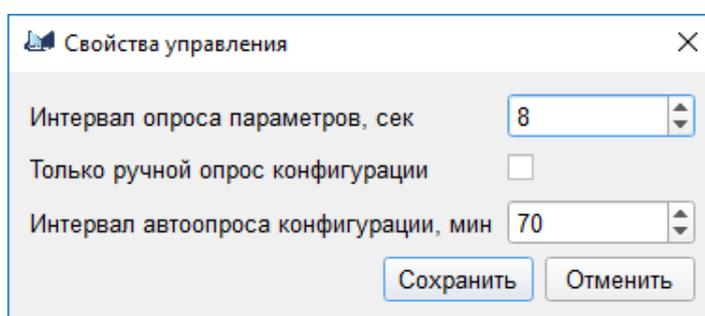

Рис. 66
5.2.2.1. Доступ к настройкам мониторинга сети SNMP доступен из пункта контекстного меню менеджера *"Свойства управления"*. При выборе данного пункта меню будет открыто диалоговое окно настройки свойств управления, важных для режима контроля сети SNMP, как показано на рис. 66.